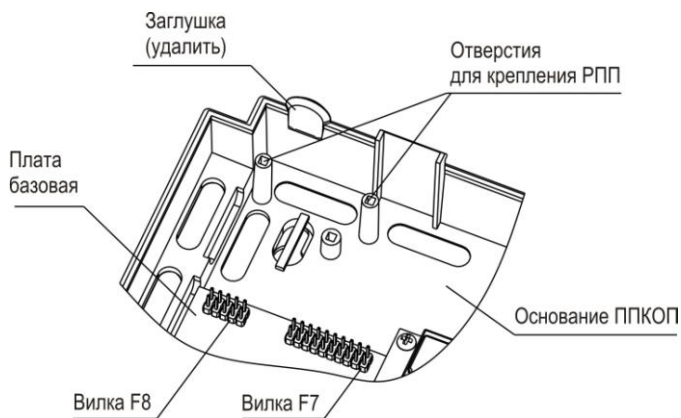
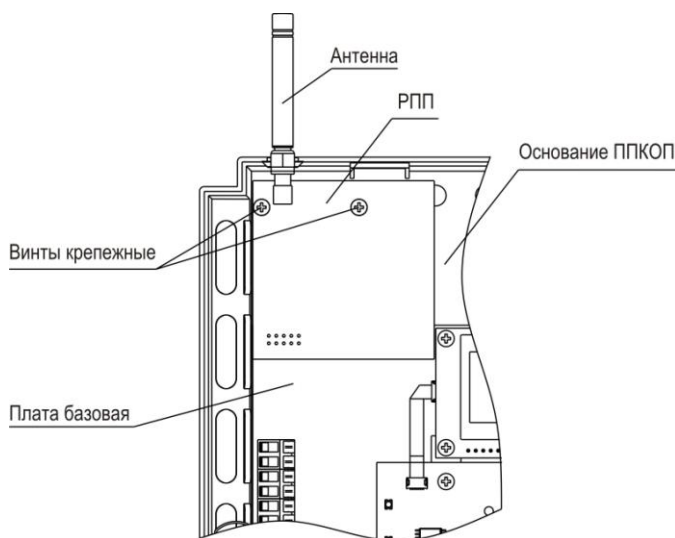

Рисунок 3
Рисунок 4
- 3)** удалить заглушку отверстия под антенну на основании ППКОП (рисунок 3)
4) установить РПП, совместив вилки **F7** и **F8** на базовой плате ППКОП (рисунок 3) с розетками на РПП, и закрутив два крепежных винта (рисунок 4).